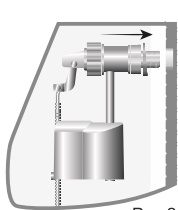
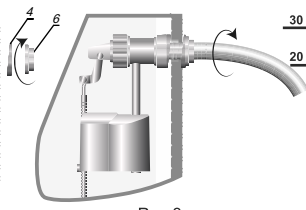

Рис.2
Рис.3
- На резьбовую часть корпуса наденьте шайбу (4), затем прокладку (7).
- Вставьте резьбовую часть корпуса в отверстие смывного бачка и наденьте шайбу (4). Закрепите гайкой (6). При установке придерживать клапан от проворота (Рис. 2).
- При установке наполнительной арматуры с наклоном предусмотрены компенсирующие шайбы (4) для регулировки наклона (Шайбы для регулировки наклона применяются при необходимости установки клапана с наклоном внутри смывного бачка. Ребро на шайбе регулировочной должно быть направленно в сторону желаемого наклона).
- Присоединить подключенную к системе холодного водоснабжения гибкую подводку к резьбовой части корпуса клапана (Рис. 3).